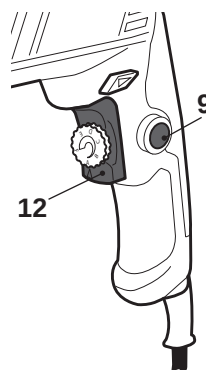

Fig. 8
- > Mettez l'appareil en marche en appuyant sur le bouton marche/arrêt [12] (Fig. 8).
- > Arrêtez l'appareil en relâchant le bouton marche/arrêt [12] (Fig. 8).
- > Mettez l'appareil en marche en appuyant sur le bouton marche/arrêt [12] et maintenez celui-ci dans cette position (Fig. 8).
- > Appuyez sur le bouton de verrouillage [9] et maintenez-le en position afin de verrouiller le bouton marche/arrêt [12] (Fig. 8).